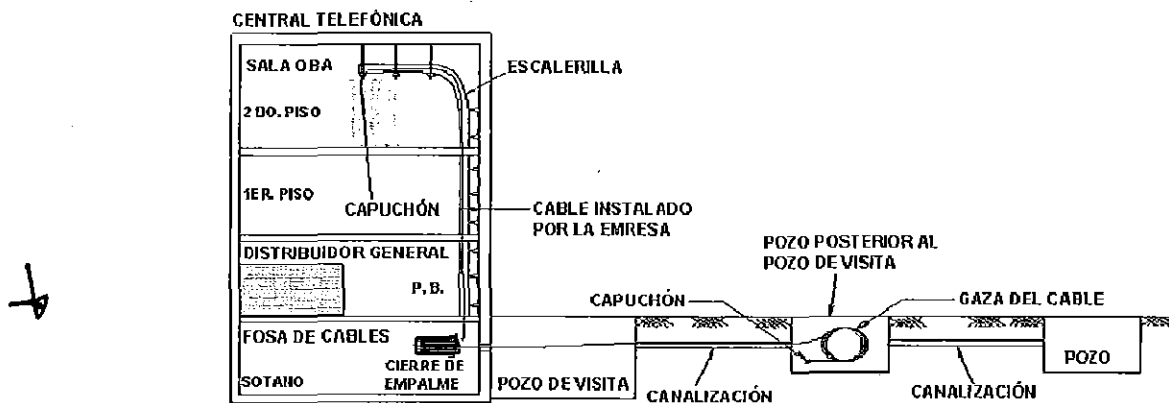

Figura 4. Recorrido del cable instalado por TELMEX en la central para los Concesionarios Solicitantes.
- TELMEX instalará el cable de fibra óptica entre DFO del Concesionario Solicitante y el pozo posterior del pozo de visita del Concesionario Solicitante (1er pozo posterior al pozo de acometida a la central telefónica), en el cual el Concesionario Solicitante dejó su cable en gaza. Véase figura 4.
- TELMEX realizará el cambio de tipo de cable en la fosa de cables suministrando e instalando un cierre con sus respectivas fusiones de fibras ópticas. Véase figura 4.